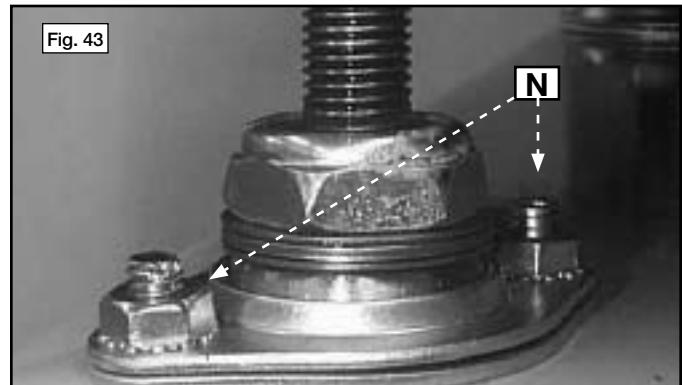

Fig. 43
- Avec une clé à fourche de 11,1 mm (7/16 po), desserrer partiellement, sans les enlever, les quatre écrous (N), Fig. 43, qui retiennent les boulons d'élévation de droite.